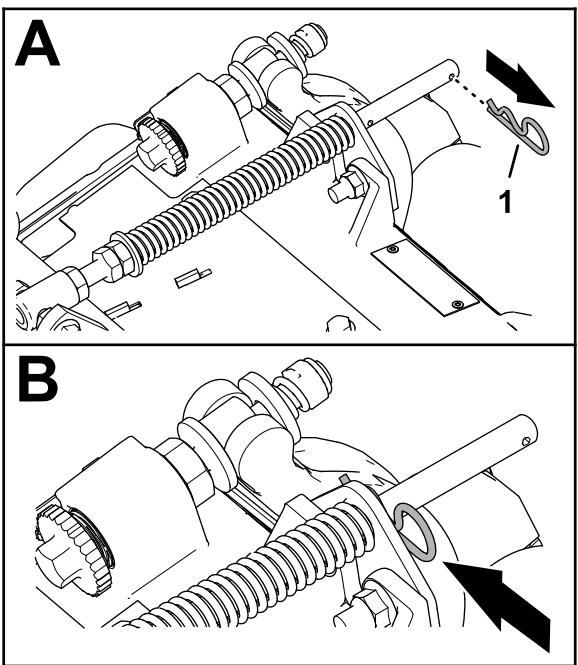

Figure 16
- Si la goupille fendue est placée dans le trou arrière de la tige du ressort de compensation, retirez-la et insérez-la dans le trou près du support (Figure 16).